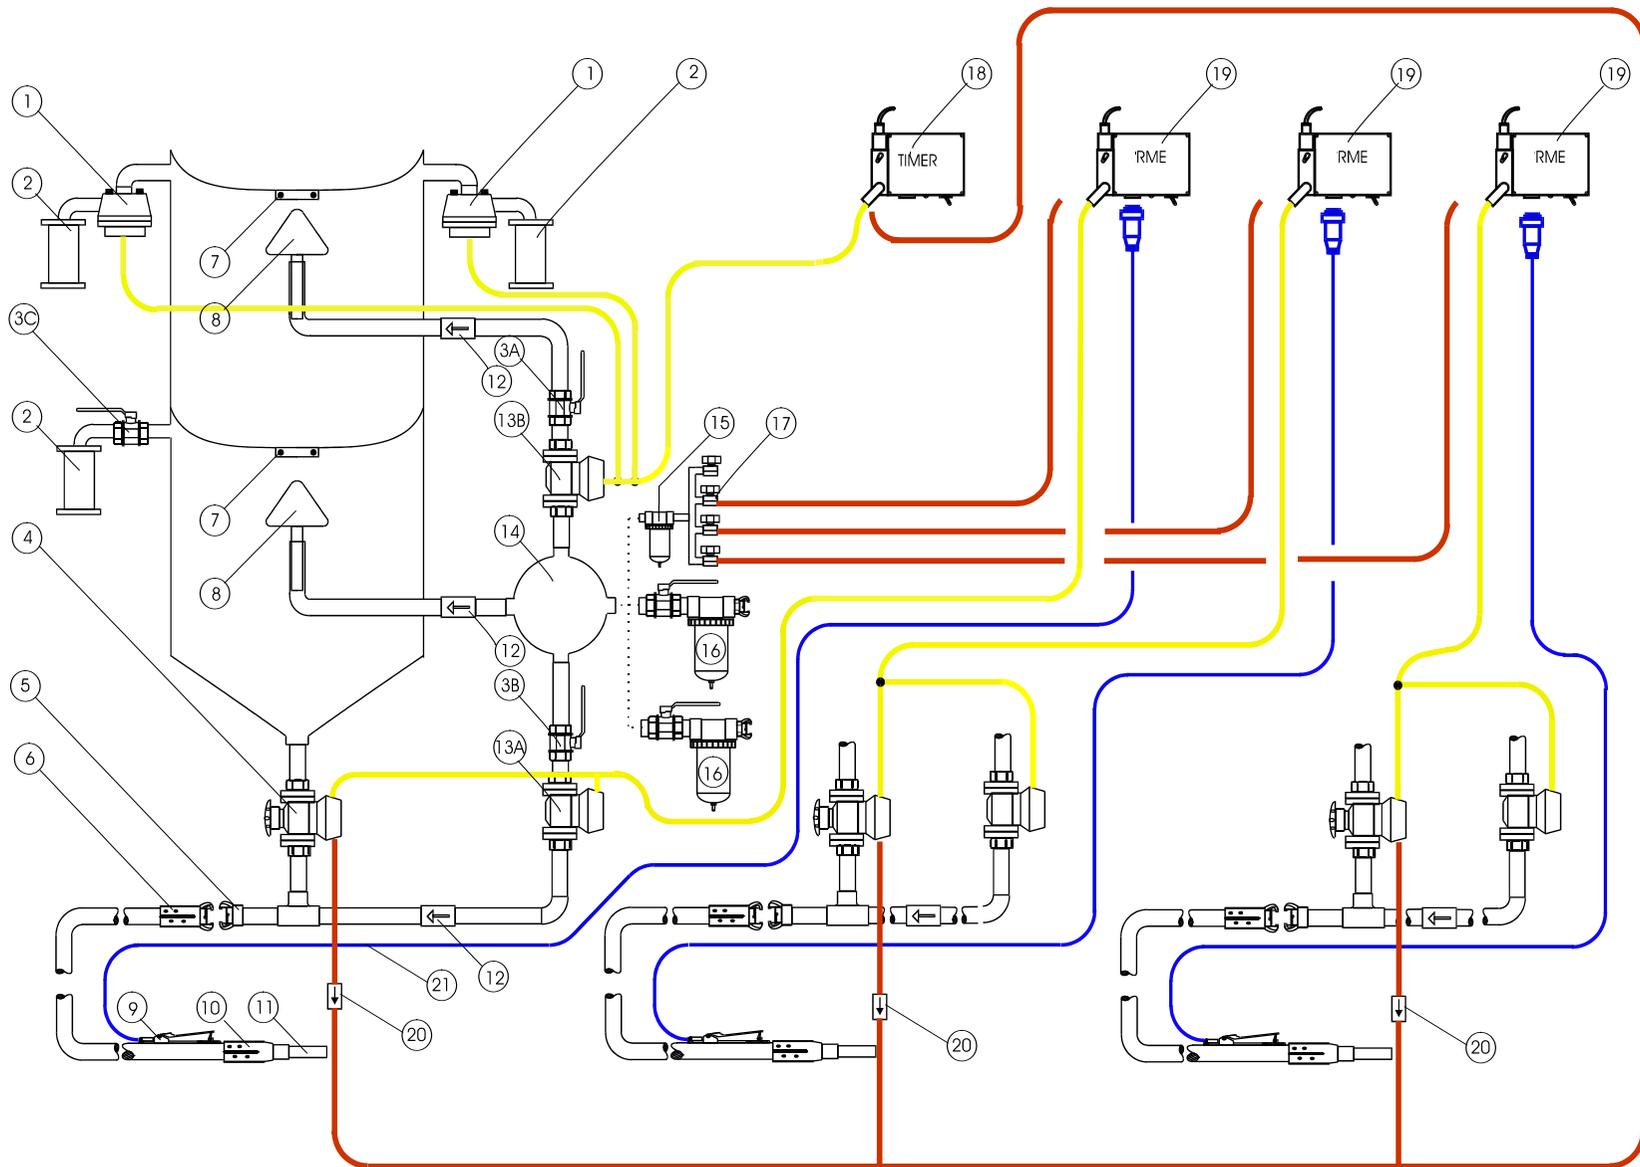

Bild 2: Doppelkammer-Druckstrahlgerät für 3 Strahler mit elektro-pneumatischer Fernbedienung
- 1 E-Schaltkasten RME-1 und Steuerkabel (Pos. 19 und 21, Bild 2) pro Strahler.
3.2.2 Elektro-pneumatische Fernbedienung (siehe Bild 2)